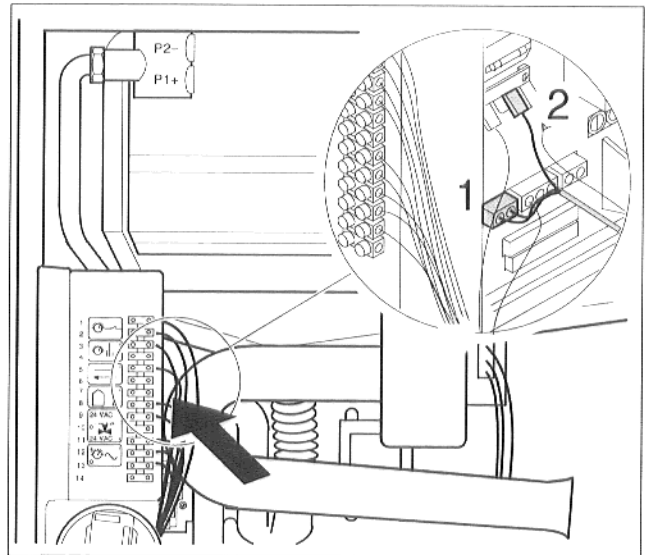

Abb. 3 Kabel der Umwälzpumpe vom UBA abklemmen
- Kabelschuh (Abb. 3, Pos. 1) an Position „Pump“ abziehen.
- Kabelschuh des Erdungskabels (Abb. 3, Pos. 2) abziehen.